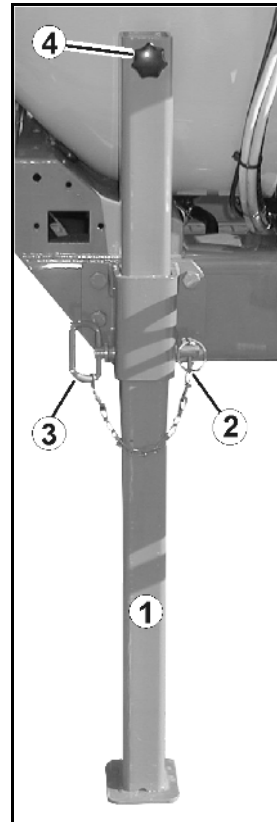

Fig. 42
Stützfuß schiebbar (Fig. 42/1) :
1. Klappstecker (Fig. 42/2) lösen.
2. Bolzen (Fig. 42/3) herausziehen.